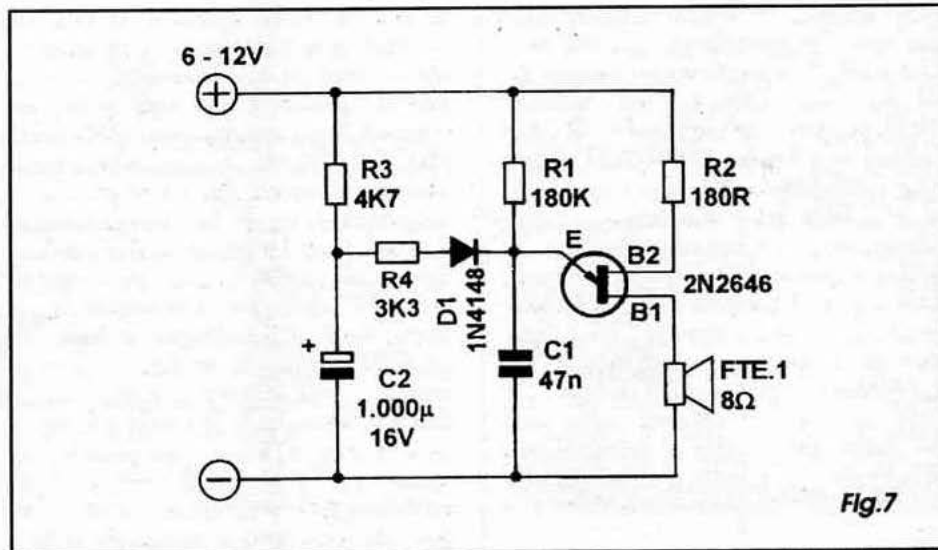

Fig.7
- FIG. 7 - Graças às características de funcionamento do TUJ, não é difícil modular ou controlar o funcionamento e a frequên-